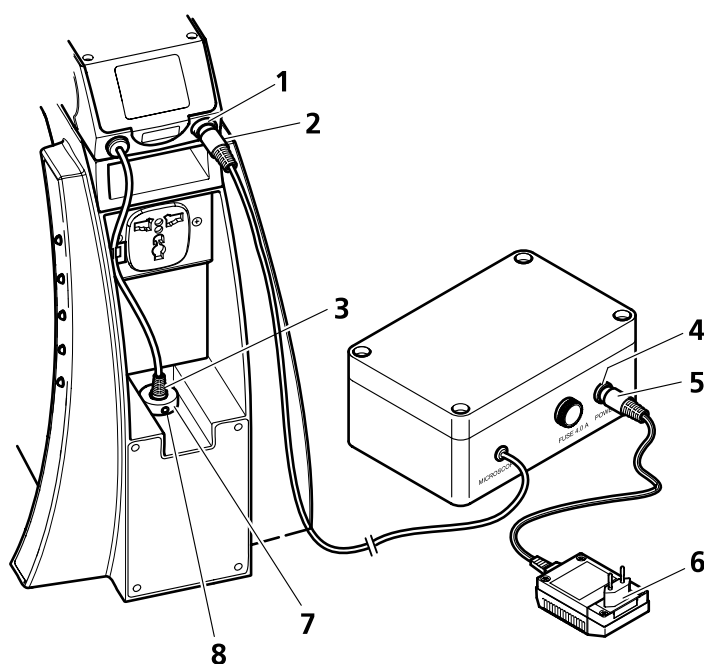

Рисунок 13 Подключение аккумуляторного блока питания
- Вытащить штекер (Рисунок 13/5) штекерного сетевого блока (Рисунок 13/6) из гнездового разъёма (Рисунок 13/1) осветителя отражённого света и вставить его в гнездовой разъём аккумуляторного блока питания (Рисунок 13/4). Штекер осветителя отражённого света (Рисунок 13/3) уже соединён с гнездовым разъёмом микроскопа (Рисунок 13/7).
- Вставить штекер (Рисунок 13/2) аккумуляторного блока питания в гнездовой разъём осветителя отражённого света (Рисунок 13/1).
- Подсоединить штекерный сетевой блок (Рисунок 13/6) к сетевой розетке.
- Ослабить резьбовой штифт на обратной стороне прибора (Рисунок 13/8) и вынуть штекер (Рисунок 13/5) штекерного сетевого блока (Рисунок 13/6) из гнездового разъёма микроскопа (Рисунок 13/7).
- Вставить штекер штекерного сетевого блока в гнездовой разъём аккумуляторного блока питания (Рисунок 13/4).
- Вставить штекер аккумуляторного блока питания (Рисунок 13/2) в гнездовой разъём (Рисунок 13/7) на штативе и затянуть резьбовой штифт (Рисунок 13/8).